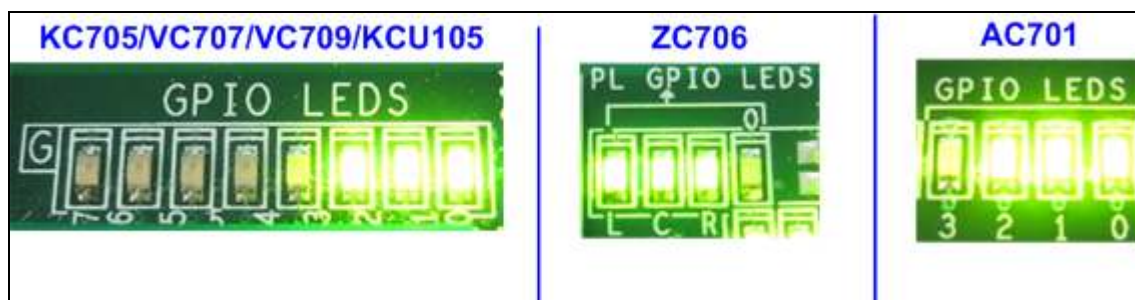
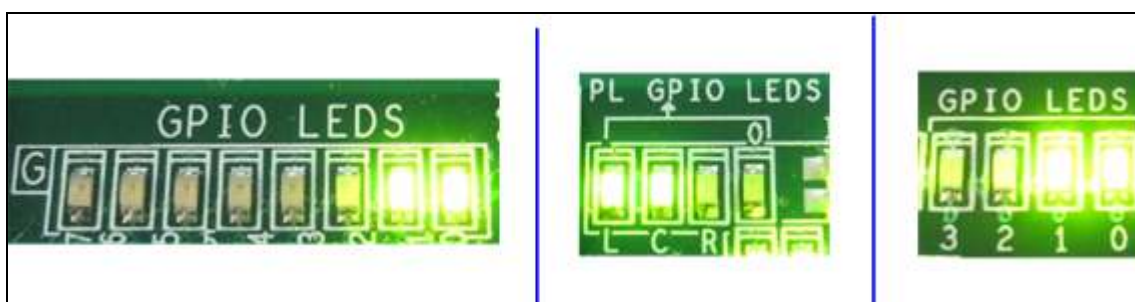

図 2-8: SATA-3 速度でシステム起動が完了した場合の LED 状態
図 2-9: SATA-2 速度でシステム起動が完了した場合の LED 状態
- FPGA が動作を開始したら FPGA 評価ボード上の(PL) GPIO LED 状態が図 2-8 または図 2-9 のように点灯していることを確認します。LED0/L と LED1/C は必ず点灯してなくてはなりません、LED2/R は SATA 速度に応じた発光状態となります。各 LED については以下に説明します。